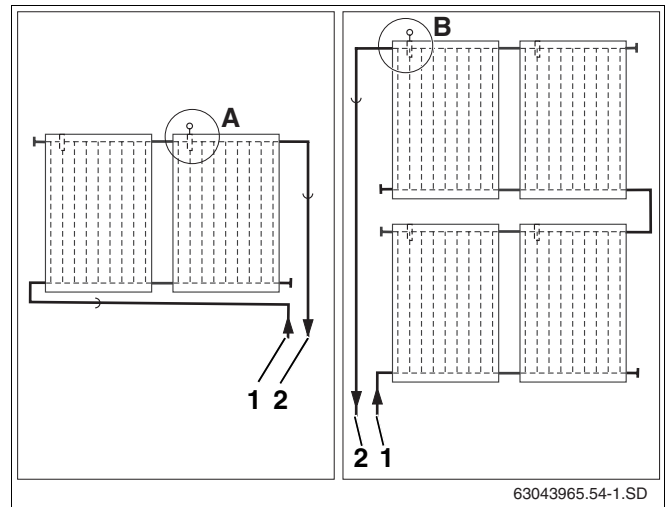

Fig. 52 Punto de montaje de la sonda del colector (representación esquemática)
Tenga en cuenta el lugar de instalación en el caso de montar una o dos filas de colectores en serie (fig. 52).
La sonda del colector debe montarse en el colector con la tubería de impulsión conectada (fig. 52, **pos. 2**).
- Lugar de instalación (fig. 52, **pos. A**) en el caso de una fila de colectores.
- Lugar de instalación (fig. 52, **pos. B**) en el caso de dos filas de colectores.